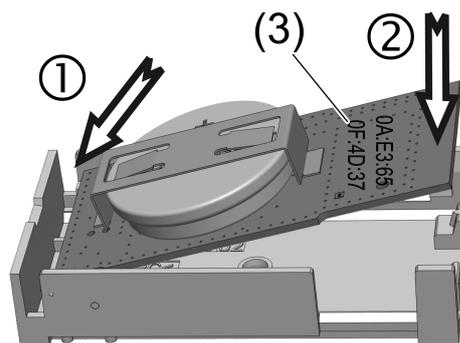

Imagen 5: Inserción de la placa de circuito
- Anotar la dirección MAC (3) (Imagen 5). La dirección es necesaria para asignar el elemento de mando.
- Colocar la placa de circuito en la parte inferior de la caja. Empujar primero la placa de circuito completamente hasta la parte delantera de la caja y, a continuación, presionar hacia abajo la parte inferior de la placa de circuito (Imagen 5).